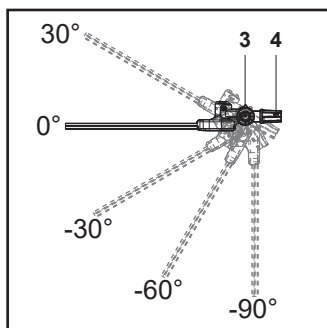

Rys. 9
1. Poluzować dźwignię blokującą (7) (rys. 9, krok 1).
2. Ustawić wymaganą długość, wysuwając lub wsuwając przedłużenie drążka (6) (rys. 9, krok 2).
3. Zablokować przedłużenie drążka w wybranym położeniu (6) poprzez zablokowanie dźwigni blokującej (7) z powrotem w początkowym położeniu (rys. 9, krok 3).